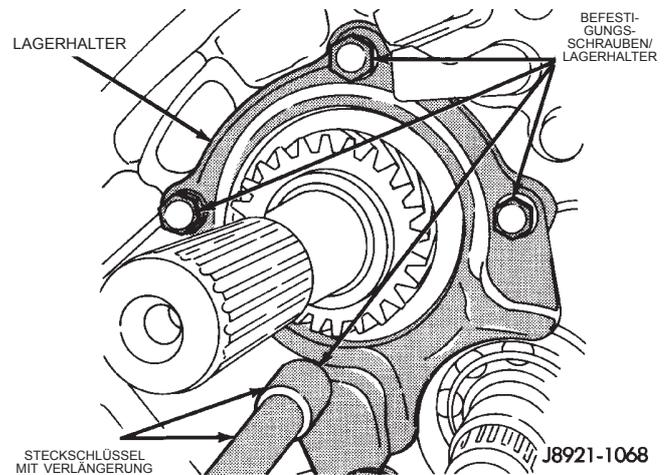

Abb. 61 Schrauben am hinteren Lagerhalter der Abtriebswelle lösen
(13) Die Befestigungsschrauben lösen, mit denen der hintere Lagerhalter der Abtriebswelle an der Zwischenplatte befestigt ist (Abb. 61).